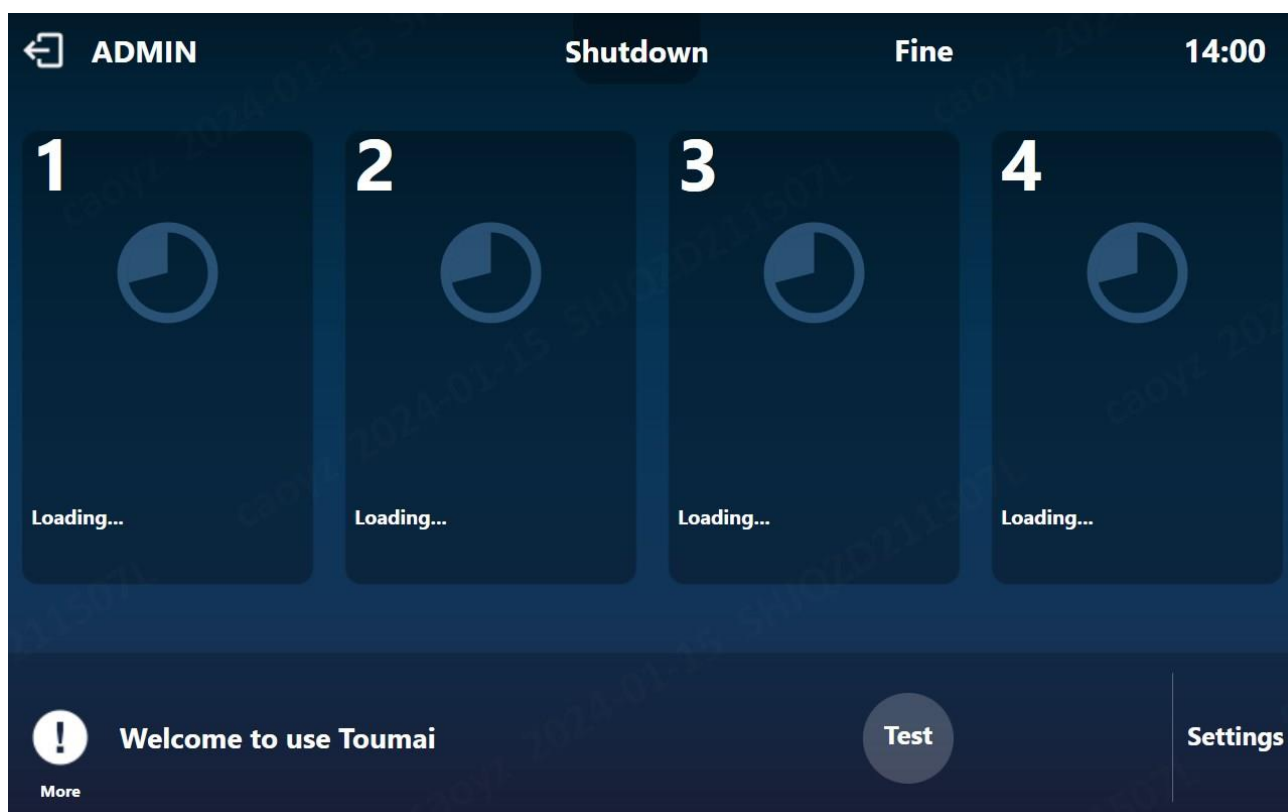

Рисунок 5.9. Состояние перед самодиагностикой
интерактивном интерфейсе сигнал о неисправности. В случае возникновения неисправности обратитесь к Приложению В для ее устранения. Интерфейс после устранения неисправностей показан на рис. 5.9.
- Нажмите кнопку Test (Диагностика) (см. рис. 5.9), чтобы выполнить самодиагностику.